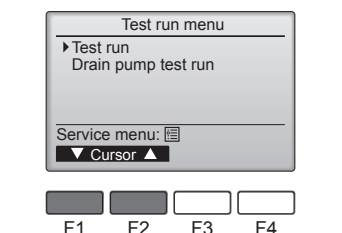

Fig. 7-2
- ② Selecteer "Test run" (Proefdraaien) in het Test run-menu (Proefdraaien) en druk op de toets [SELECTEREN]. (Fig. 7-2)
- ③ Het proefdraaien gaat van start en het scherm Test run (Proefdraaien) wordt weergegeven.